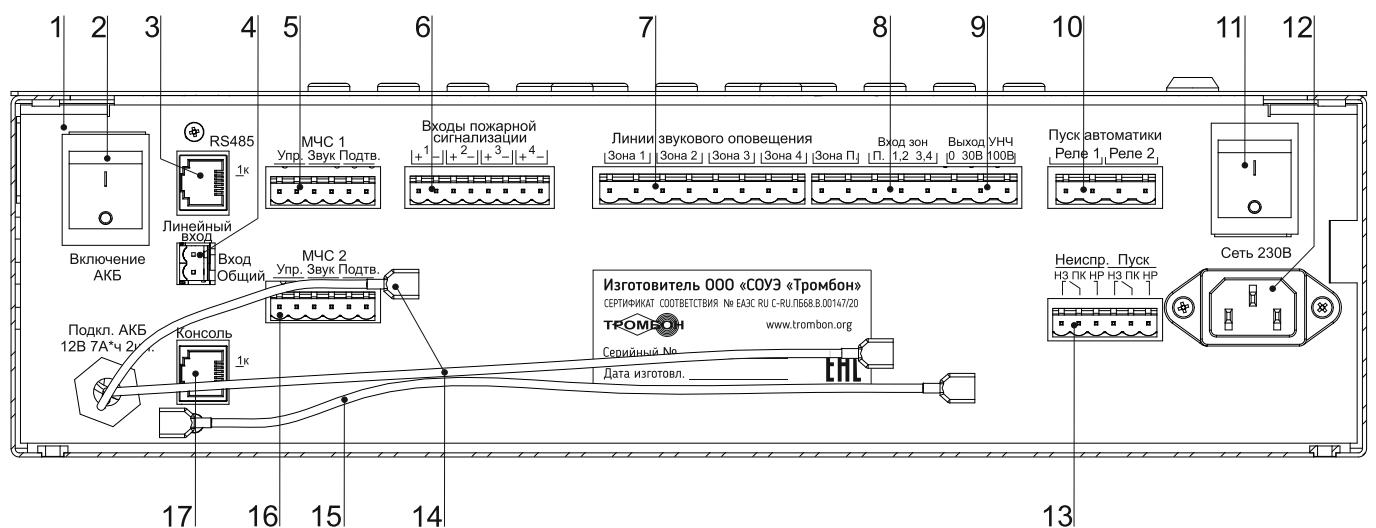

Рис. 2. Прибор управления «Тромбон ПУ-4К», вид со стороны панели коммутации.
Прибор «Тромбон ПУ-4К» имеет 4 входа пожарной сигнализации (рис. 2, поз. 6) для подключения к выходам ППКП (Прибора Приемного Контрольного Пожарного). Выходы ППКП могут быть релейным или типа «открытый коллектор».
5.1.2. Цифровое подключение к сопряженной комплексной системе безопасности через последовательный порт «RS485» (рис. 2 поз. 3). Подключение выполняется кабелем «Витая пара». Назначение контактов последовательного порта «RS485» приведено в Приложении 3.
Прибор имеет два специальных входа «МЧС 1» и «МЧС 2» (рис. 2, поз. 5, 16). Входы предназначены для стыковки с блоком централизованного запуска системы оповещения МЧС (БЦЗ системы П-166 Ц или аналогичными). Входы выполнены в виде 6-х контактного разъема. Контакты «Упр.» данного разъема – это логический вход управления прибором (реагирующий на замыкание контактов), контакты «Звук» - вход звукового сигнала с уровнем 0 dB (0,775В) от БЦЗ МЧС. Контакты «Подтв.» - подтверждение исполнения команды на оповещение МЧС. Входы МЧС прибора имеют различный приоритет. Вход «МЧС 1» имеет более высокий приоритет по сравнению со входом «МЧС 2».
Для подключения удаленных консолей предназначен специальный порт «Консоль» (рис. 2, поз. 17). Порт выполнен в виде 8 - контактного разъема типа RJ45. К нему можно подключать до 8-и адресных удаленные консоли типа «Тромбон УК».
- Разъем «Линейный вход» (рис. 2, поз. 4) предназначен для подключения к прибору источника звукового вещания и музыкальных программ. Вход моно, используется только в режиме звукового вещания. Максимальное входное напряжение сигнала на данном входе – 250 МВ.
- Для подключения линий звукового оповещения к выходу усилителя мощности предназначены два 8-и контактных разъема на которые выведены группы контактов: «Линии звукового оповещения», «Вход зон», «Выход УНЧ» (Рис. 2. поз. 7, 8, 9).
- Для выбора напряжения в линию зоны оповещения персонала необходимо установить перемычку между контактом «Выход УНЧ» 30В или 100В» (Рис. 2. поз. 9) и контактом «Зона П» группы «Вход зон» (Рис. 2. поз. 8.).
- Для выбора напряжения в линии зон 1 и 2 необходимо установить перемычку между контактом «Выход УНЧ» 30В или 100В» (Рис. 2. поз. 9) и контактом «1, 2» группы «Вход зон» (Рис. 2. поз. 8.).
- Для выбора напряжения в линии зон 3 и 2 необходимо установить перемычку между контактом «Выход УНЧ» 30В или 100В» (Рис. 2. поз. 9) и контактом «3, 4» группы «Вход зон» (Рис. 2. поз. 8.).
5.6. Разъем «Пуск автоматики» (Рис. 2 поз. 10) предназначен для управления такими средствами пожарной автоматики, как световые знаки безопасности, эвакуационное освещение и замки эвакуационных выходов. Для управления этими средствами на разъем выведены нормально разомкнутые контакты двух реле. Контакты реле замыкаются при переходе прибора в режим «Тревога».
5.7. Разъем «Неиспр. Пуск» - вывод обобщенных сигналов «Неисправность» и «Пуск» (рис. 2, поз. 13). На данный разъем выведены контакты двух реле. Контакты реле «Неиспр.» замкнуты у выключенного прибора или при обнаружении в системе оповещения неисправностей. Контакты реле «Пуск» замыкаются в режимах «Тревога», «Экстренный запуск» или «Трансляция МЧС».
5.8. Разъем «Сеть 230В» (рис. 2, поз 12) предназначен для подключения прибора к сети питания переменного тока 230В 50Гц.
5.9. Подключение батарей резервного питания 24В. Для резервного питания необходимо две батареи на 12В с емкостью 7 или 9А*ч. Подключение батарей выполняется последовательно при помощи кабелей с клеммами и перемычки (Рис. 2. поз. 14 и 15). ВНИМАНИЕ! Подключение одной батареи 12В к клеммам Рис. 2. поз. 14 или параллельное подключение батарей категорически запрещено!